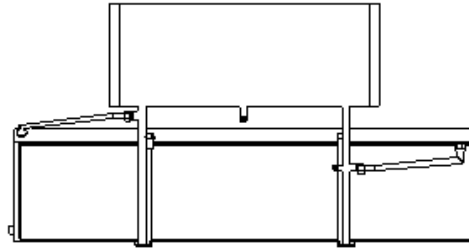

Figura 3
- Colocar el colector solar sobre los tirantes de soporte y conectar los puertos del colector solar y termotanque con los elementos flexibles de 1” (ver figura 3).